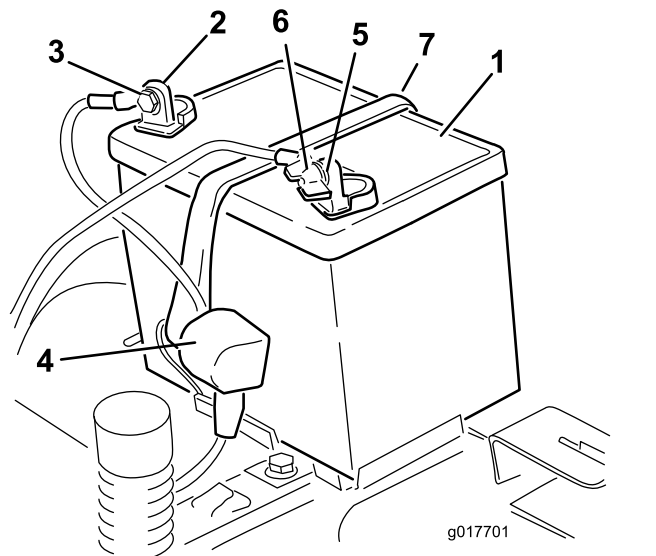

Figure 38
4. Débranchez le câble négatif (noir) de mise à la masse de la borne de la batterie (Figure 38). Conservez toutes les fixations.
5. Repoussez le capuchon en caoutchouc sur le câble positif (rouge). Débranchez le câble positif (rouge) de la borne de la batterie (Figure 38). Conservez toutes les fixations.
6. Déposez la barrette de maintien de la batterie et soulevez la batterie de son support (Figure 38).
- Placez la batterie dans son support (Figure 38).
- Fixez la batterie en place à l'aide de la barrette de maintien (Figure 38).